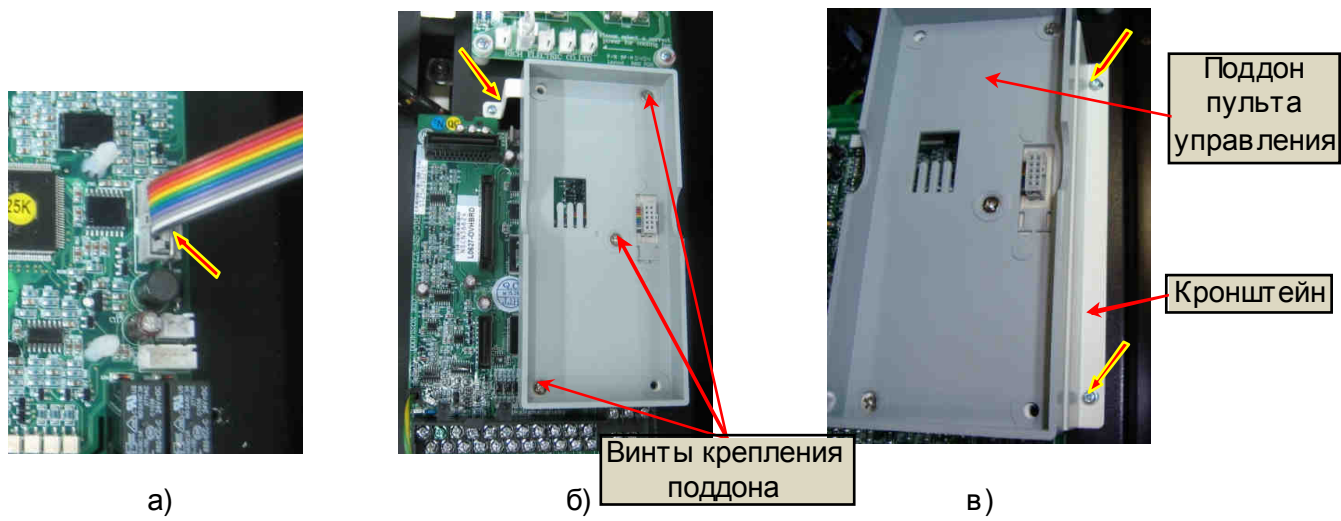

Рис. 7.38.
7.18.1. Подключить шлейф пульта управления в разъем на плате ЦП и зафиксировать скобой (рис. 7.38а).
7.18.2. Закрепить поддон пульта управления на кронштейне тремя винтами, установить кронштейн с поддоном на корпусе блока конденсаторов и закрепить тремя винтами (рис. 7.38б, в).